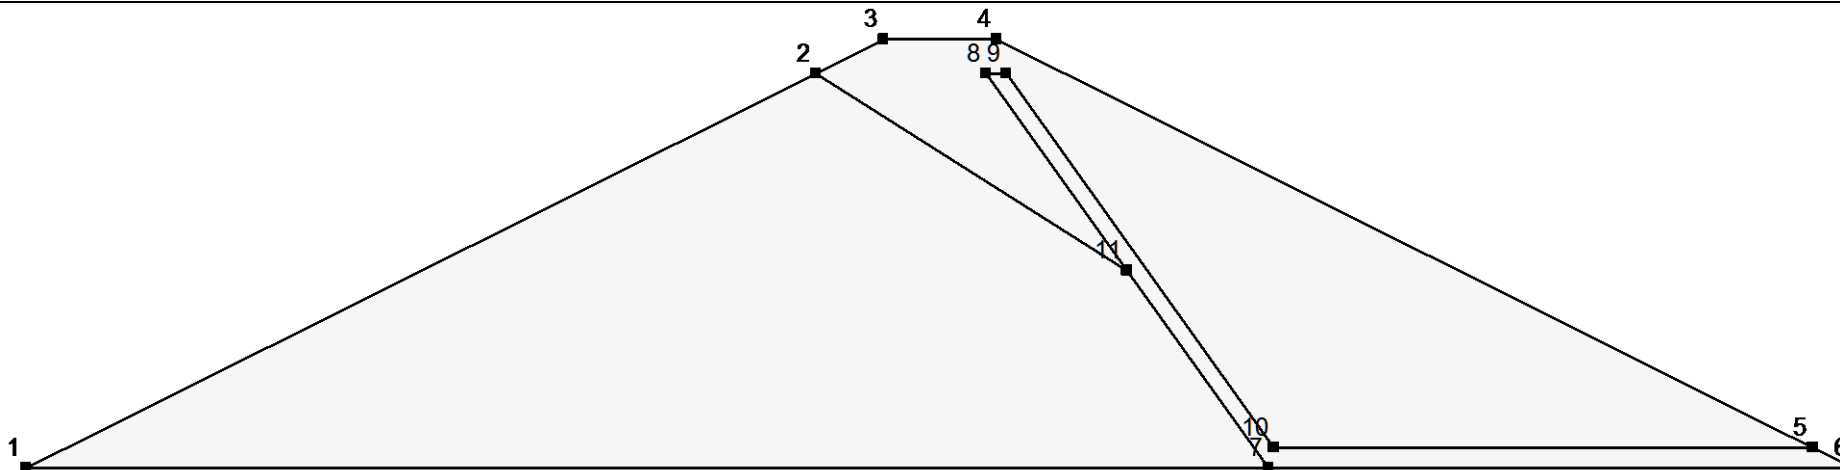

Figura 2 – Barragem simplificada para as análises numéricas.
As decisões tomadas nos exercícios aplicam-se tanto àquela barragem quanto à barragem da Figura 2, uma seção transversal muito simplificada para efeito das análises numéricas.
- 4) Considere agora a condição de **operação** da barragem da Figura 2.
- 6) Considere agora a condição de rebaixamento rápido da barragem da Figura 2 (que está projetada com 1V:2H em ambos os taludes).